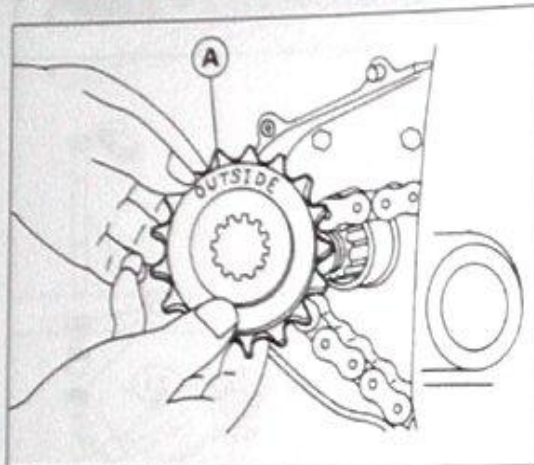

Bild 150
- Antriebsriemern/-kette lockern (Kapitel 3.13 und 3.14) und Ritzel 'A' Bild 150 samt Riemen/Kette von Nebenwelle abziehen.
-  OUTSIDE-Markierung A Bild 150 weist nach aussen.